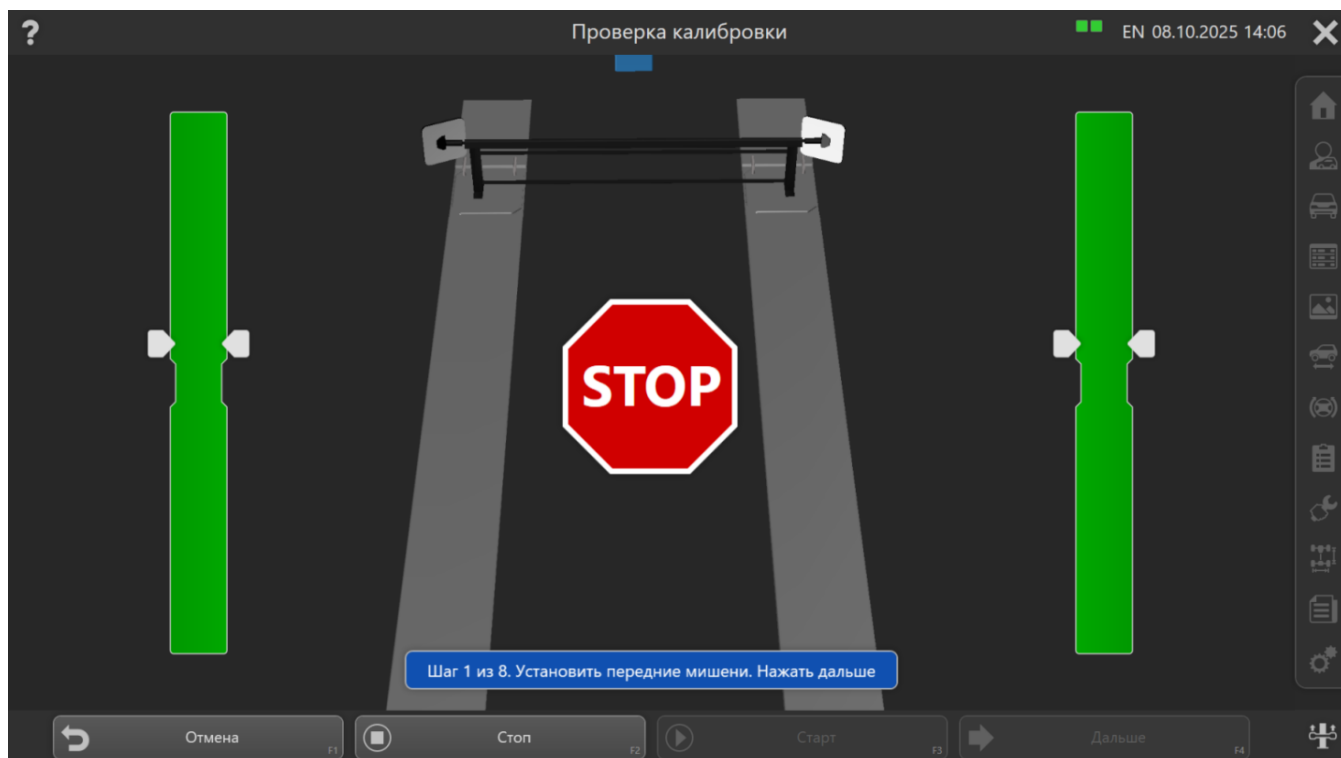

Рисунок 8.7 – Окно проверки с использованием калибровочного вала
- проверка калибровки калибровочным валом (доступно для исполнений 50640...50699) (рис.8.7).